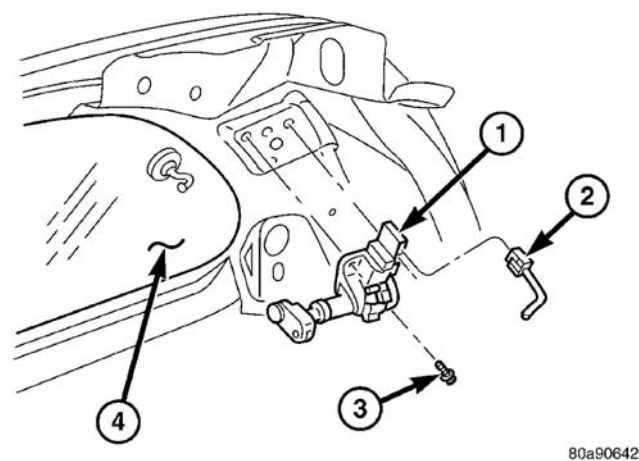

图 1 通风车窗电机
(1) 断开并隔离蓄电池负极电缆。
(2) 拆下 D 柱装饰板。（参见 23-车身/内部/左 D 柱装饰板-拆卸）或（参见 23-车身/内部/右 D 柱装饰板-拆卸）。
(3) 断开电动通风车窗电机上的电线接头。
(4) 使用扁平刃工具，小心地举升圆形启动器连接凸片。从车窗球形插座拆下连杆。
(5) 拆下固定电动通风车窗电机到 D 柱的螺栓（图 1）。
(6) 拆下电动通风车窗电机。